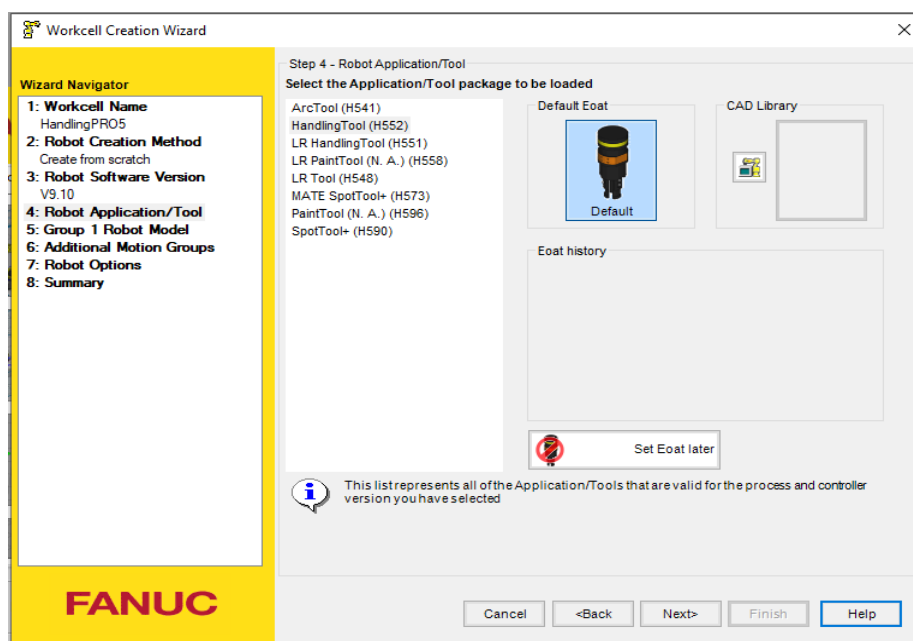

Рис. 5.4 Выбор типа программного обеспечения
6. На четвертом шаге выбираем тип программного обеспечения (рис. 5.4). По умолчанию – *HandlingTool*. В случае сварочного применения выбираем – *ArcTool*. Далее нажимаем кнопку *Next>*.